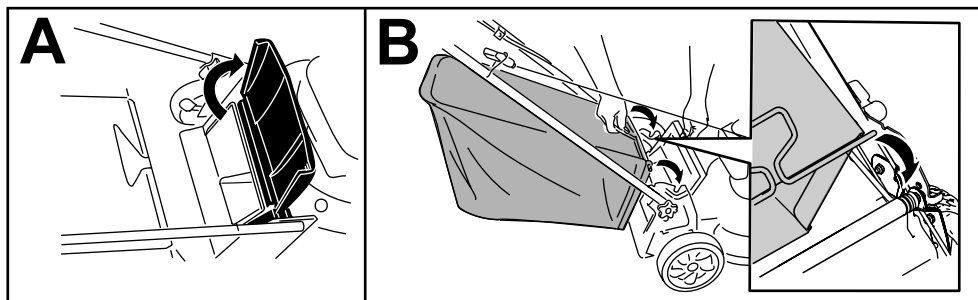

Рисунок 15
1. Поднимите и удерживайте в поднятом положении задний дефлектор (вид А на Рисунок 15).
2. Установите травосборник и убедитесь в том, что стержни травосборника вошли в пазы на рукоятке (вид В на Рисунок 15).